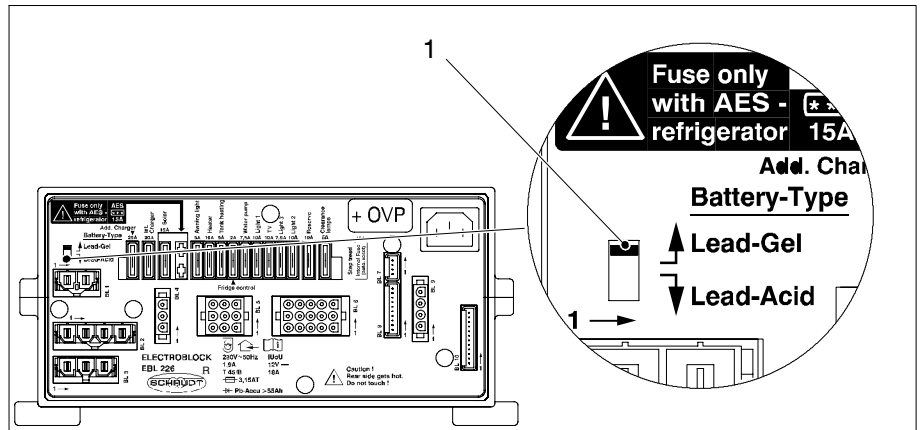

Imagen 1 Conmutador-selector de baterías
- Asegurarse de que el conmutador-selector- de baterías (fig. 1, pos. 1) se encuentra en la posición correcta para el tipo de batería.
- Posicionar el conmutador-selector de baterías (fig. 1, pos. 1) mediante un objeto delgado (p. ej. una carga de bolígrafo) en la posición correcta: